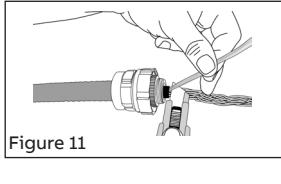

Figure 11
- Enlever le matériel de remplissage. Ne pas endommager les conducteurs (Figure 11).